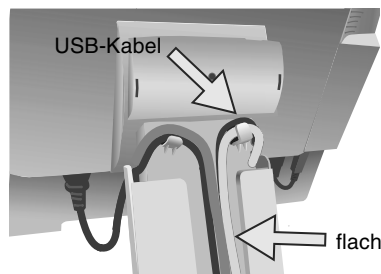

Abbildung C.3
8. Sorgen Sie dafür, dass alle Kabel flach am Fuß anliegen (**Abbildung C.3**).